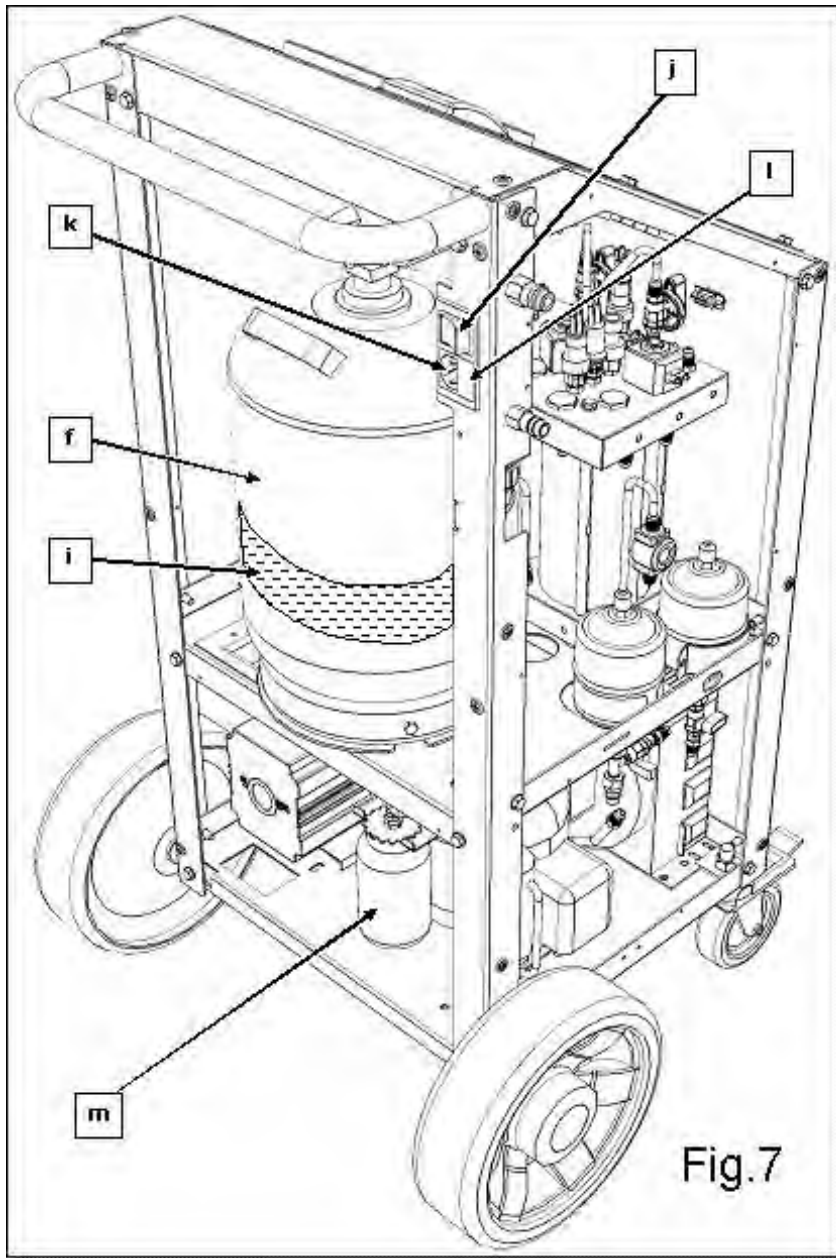

Fig.7
- 6) 从钢瓶上取下加热带(图 7 中 i)，不要接触或断开加热带的供电连接线；